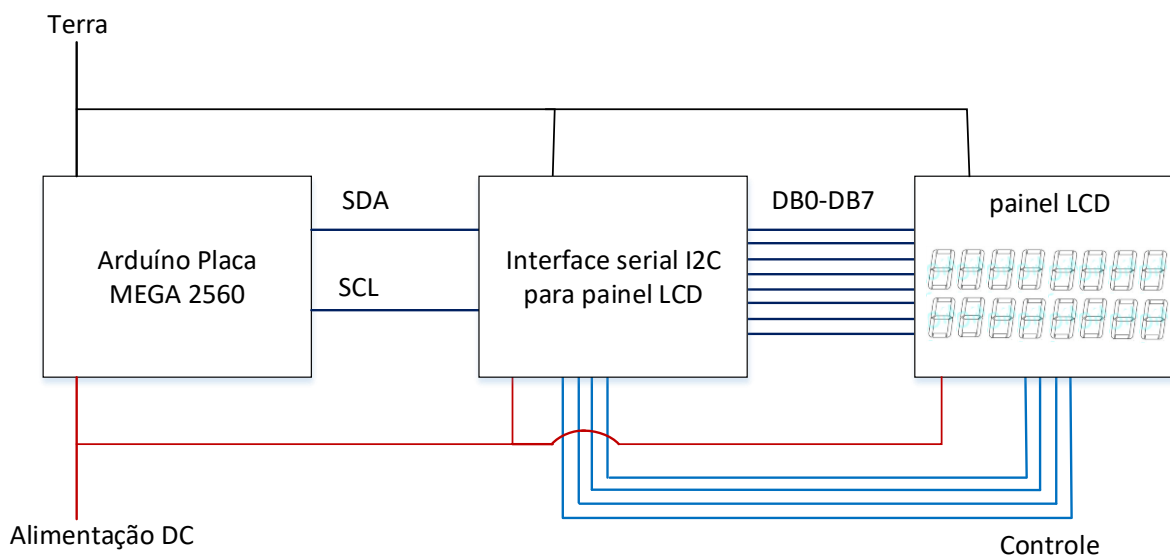

Figura 8 – Diagrama em blocos de ligação placa Arduino -interface serial I2C-painel LCD
A Figura 8 apresenta o diagrama em blocos das ligações.
Considerando o mesmo problema apresentado no código 1, deseja-se que a placa do Arduino leia a estrutura de dados com 200 caracteres a partir de um dispositivo serial de comunicação conectado através dos pinos 0 e 1 da placa – componente A. O código da placa deve ler os dados enviados pelo componente A, tratar os dados recebidos e enviar somente nome, código e balcão de atendimento para um painel de LCD através de uma interface serial I2C. Considerar o esquema de blocos apresentado na Figura 8.
- O código se ocupa exclusivamente do envio dos dados, no entanto, conforme apresentado na Figura 8, o painel LCD requer também sinais de controle;